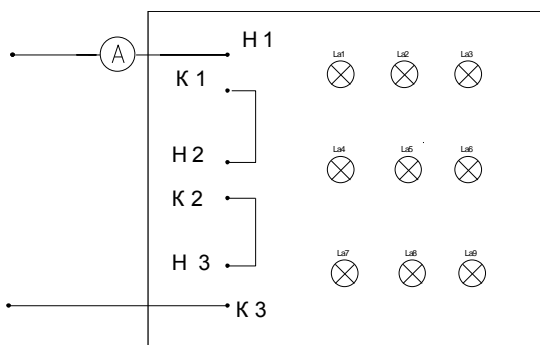

Рисунок 1. Схема последовательного соединения приёмников
1. Ознакомиться со схемой (рис.1) последовательного соединения